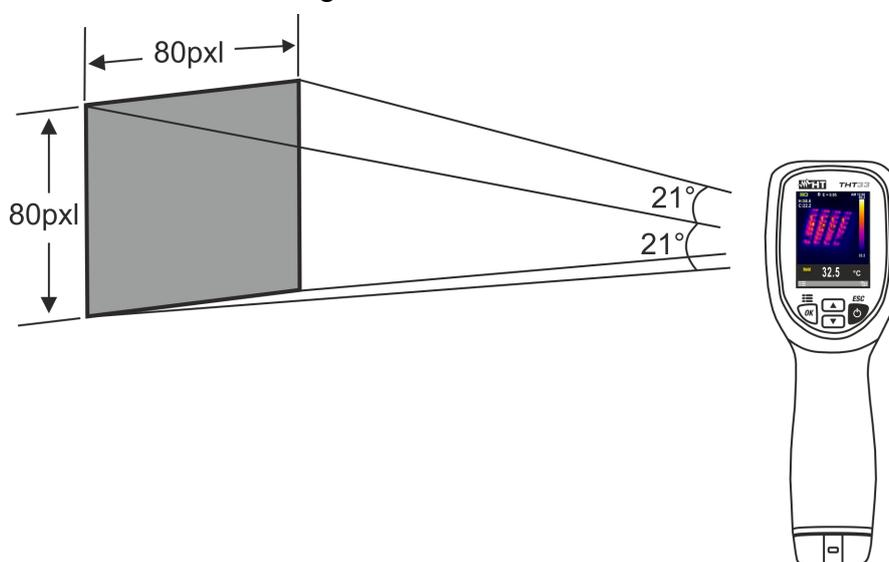

Fig. 14: Representação do campo visual (FOV) do instrumento
6. Para medições precisas de temperatura certifique-se de que a superfície do objeto em teste é sempre maior do que a superfície efetivamente mensurável pelo instrumento expressa pelo seu campo visual (FOV = Campo de visão (Field Of View)). o instrumento tem um campo visual igual a $21^\circ \times 21^\circ$ e um vetor de deteção de 80×80 (6400) pxl como se mostra na Fig. 14.